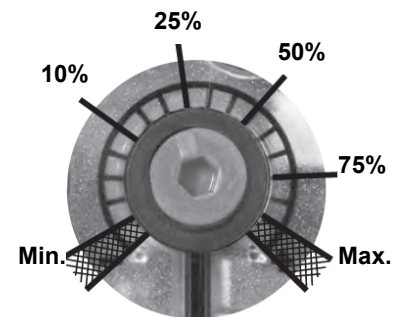

Fig. 7
4. VD peut être tourné de 180°, fig 7.